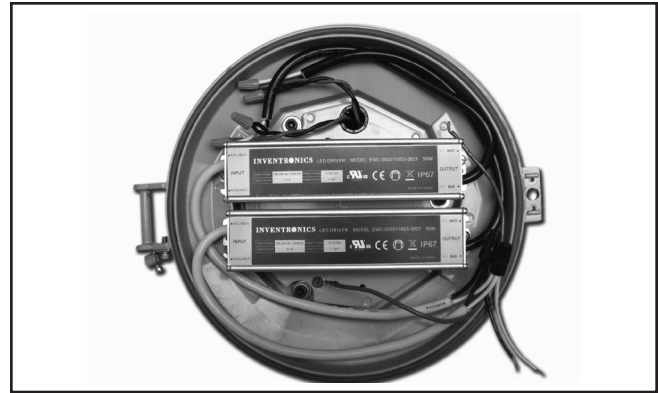

Figure 4.
4. Sur un établi, retirez les serre-fils de connexion du moteur lumineux DEL et des sorties CC vers le module DEL (Figure 4.).